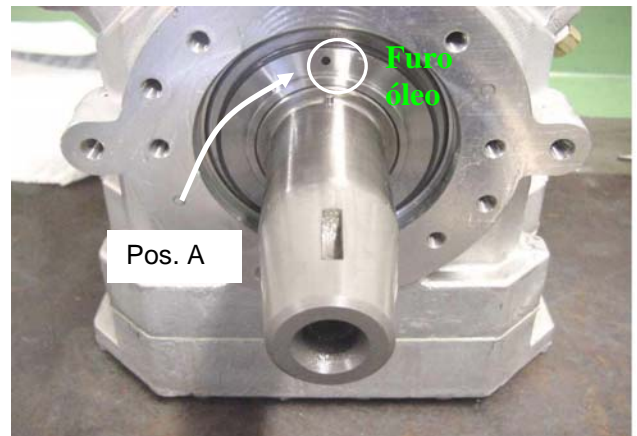

Figura 4 – Posição para cima do furo de óleo.
- ❑ O furo do disco obturador para saída de óleo deverá estar voltado para cima conforme a figura 4 – posição A.